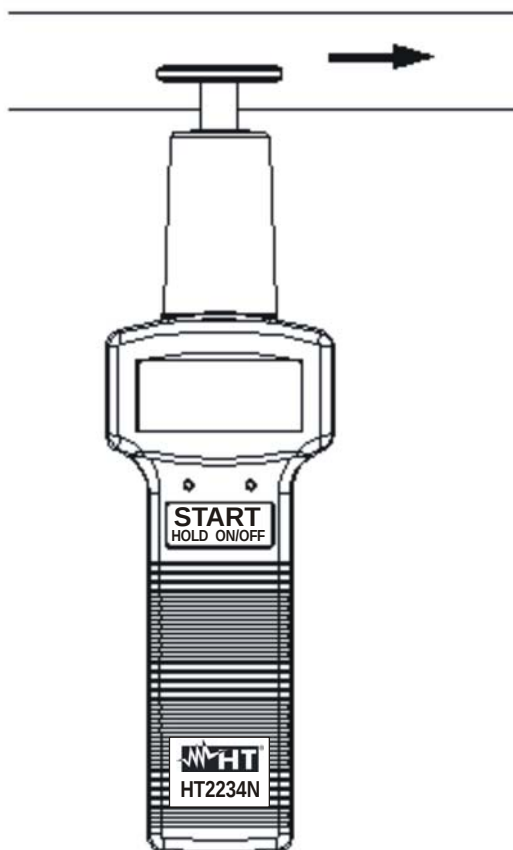

Fig. 4: medição da velocidade em superfícies
4. Colocar o adaptador mecânico em contacto com a superfície onde se pretende medir a velocidade, conforme se mostra na Fig. 4: